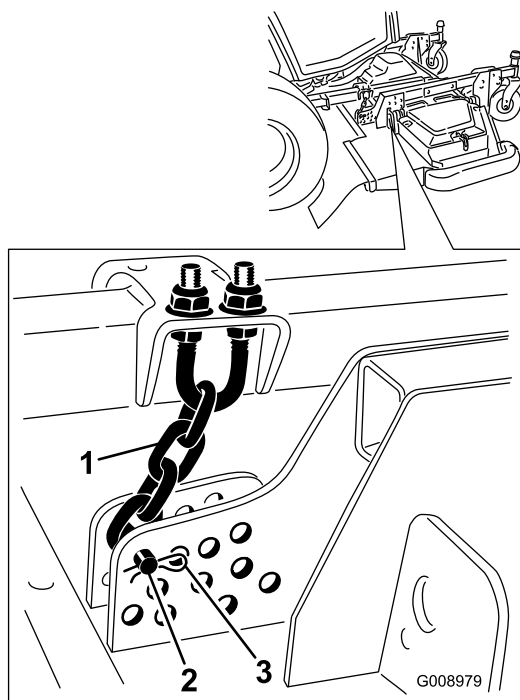

Figura 18
9. Retire o perno de gancho e pino de segurança que fixam as correntes da altura de corte à traseira da plataforma do cortador (Figura 18).